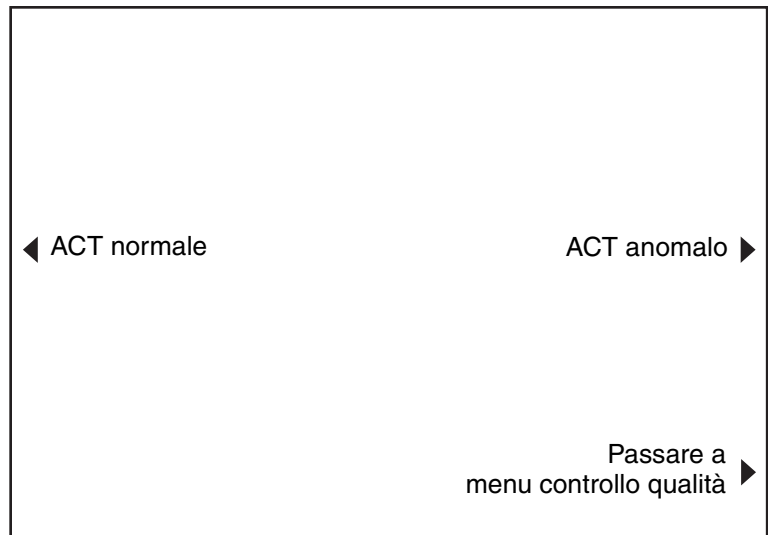

Figura 7-6. Schermata di selezione ACT normale/CQ anomalo
1. Dalla schermata MENU CONTROLLO QUALITÀ (CQ) , premere il tasto *Avvio/Arresto* per avviare il test.
2. Per una cartuccia HR-ACT, viene visualizzata una schermata normale/anomalo come mostrata nella Figura 7-6. Premere il tasto funzione [ACT normale] o [ACT anomalo] per selezionare il controllo che viene eseguito.